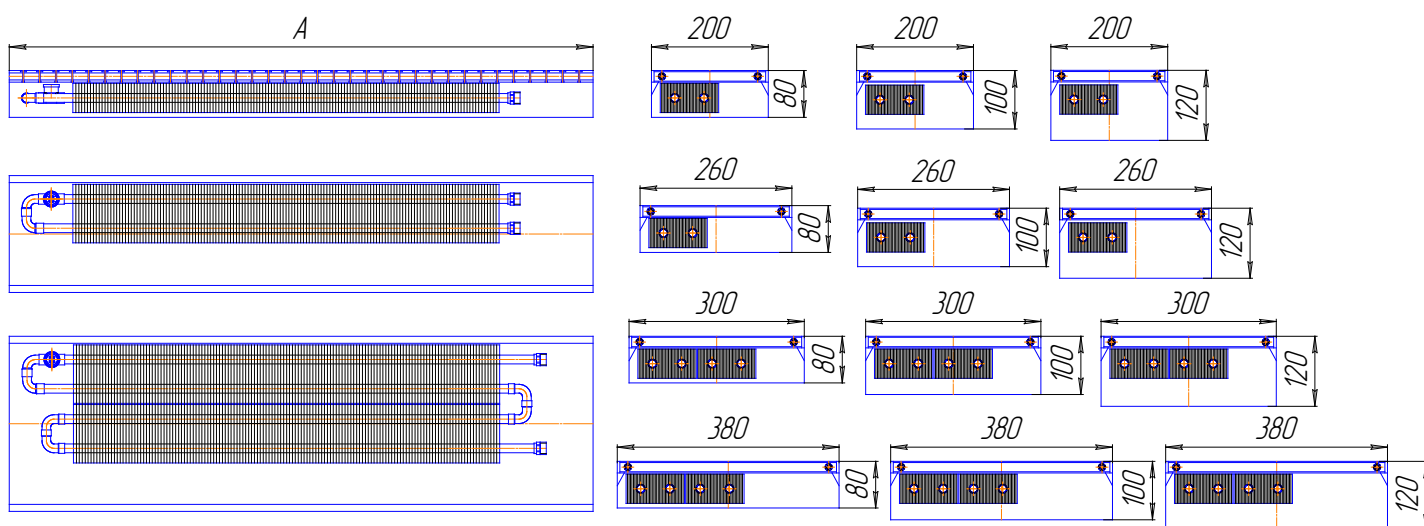

Рис.1 Конвекторы «Бриз» (естественная конвекция).
- Конвекторы «Бриз» с естественной конвекцией (см.рис. 1);
Конвекторы серии «Бриз» монтируются в конструкцию пола, оставляя на видимой поверхности лишь декоративную решетку, находящуюся в одной плоскости с полом. Ряд длин конвекторов серии «Бриз» - от 0,8м до 5м. Технические параметры напольных конвекторов серии «Бриз» приведены на рис.1, 2, 3 и в табл.3÷10.